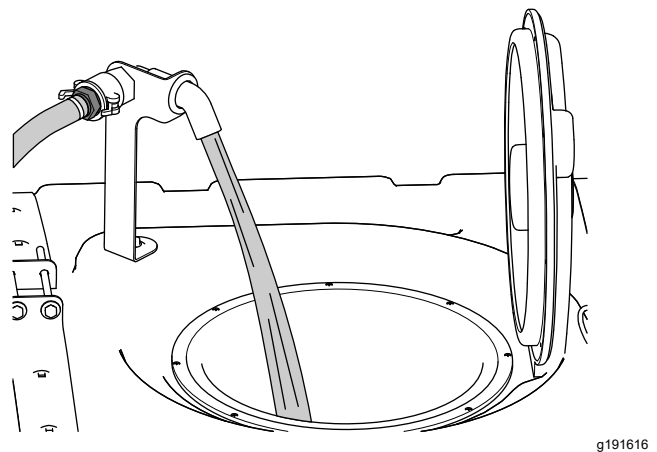

Figura 30
5. Añada $\frac{3}{4}$ de la cantidad de agua necesaria al depósito de fumigación (Figura 30).